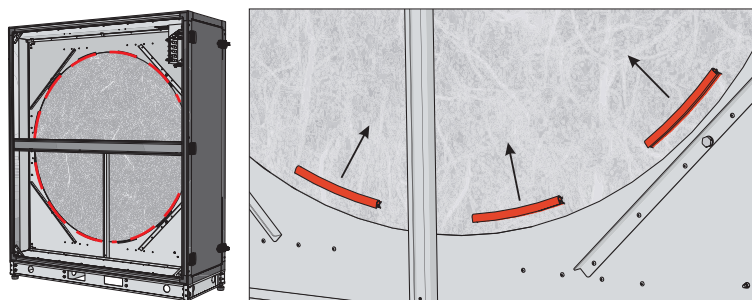

Fig. 4.5.3 Borttagning av transportgummitejp (endast för AmberAir Compact S-R-7000-9000-H)
**OBS.** Innan du ansluter sektionerna måste transportgummitejpen tas bort från rotorhjulet som visas i Fig. 4.5.3 på sidan 11.